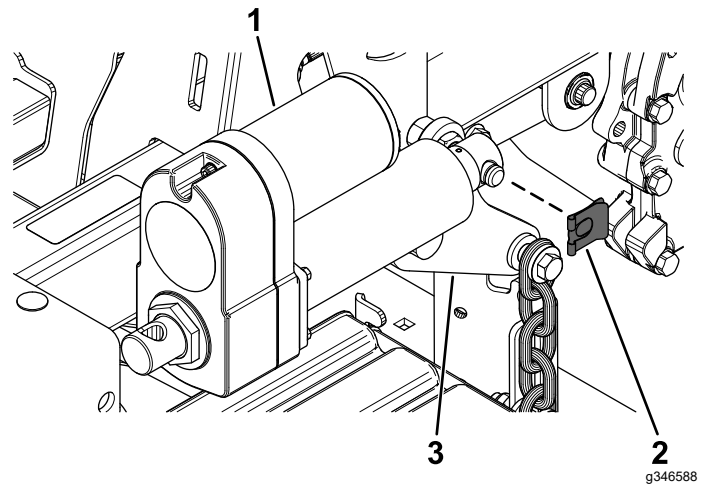

Figura 18
- Prenda o acionador no braço de elevação da plataforma traseira utilizando o clipe do pino (Figura 18).